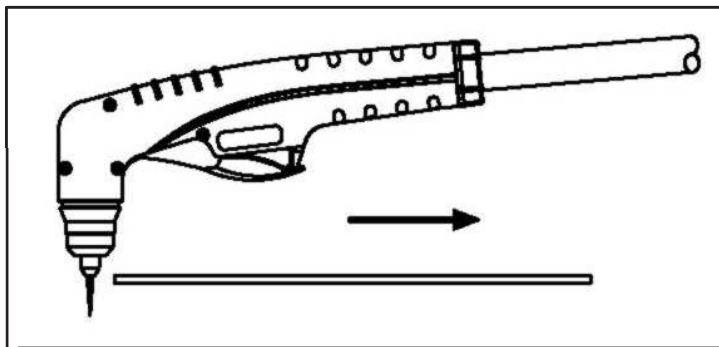

Рисунок 16
- Выберите режим непрерывной пилотной дуги с помощью кнопки выбора (A) на панели управления.
- Для начала резки от края заготовки держите горелку перпендикулярно заготовке наконечником у края заготовки в точке, где вы должны начать резку. Рис. 16